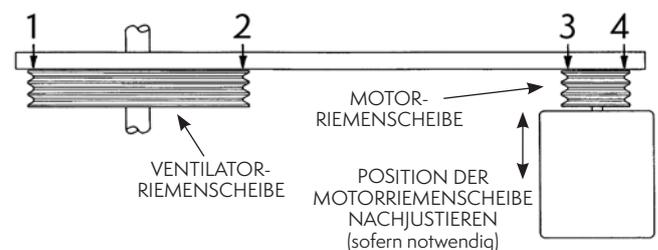

Abb. 28 – Überprüfen der Riemenscheiben-Ausrichtung
8. Zur Endkontrolle kann eine Wasserwaage von Riemenscheibe zu Riemenscheibe gelegt werden (wie in **Abb. 28** dargestellt). Hierdurch sollte eine 4-Punkt-Auflagefläche entstehen. Bei Bedarf ist die Motorriemenscheibe nachjustieren.